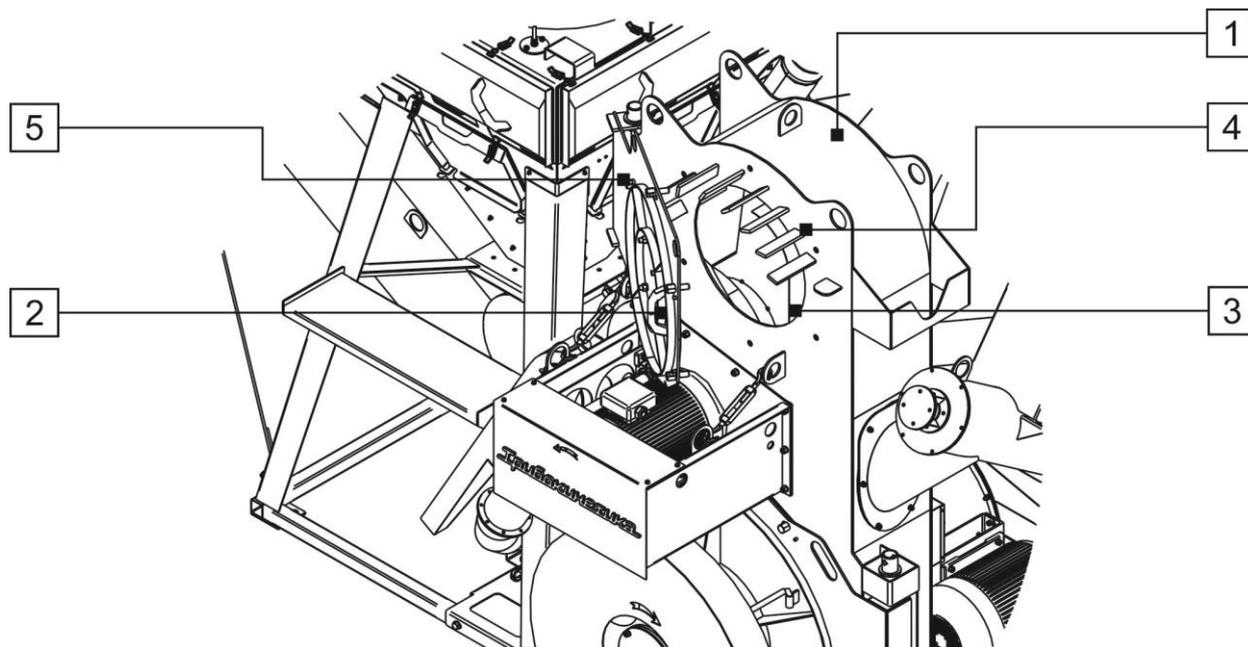

Рис. 9
Воздушно-центробежный классификатор (Рис. 9) состоит из: корпуса (1), распашной двери (2) с наклеенным с ее внутренней стороны уплотнителем из пористой резины, завихрителя (3), пластин направляющего аппарата (4), вставленных в пазы корпуса, окна выхода «тонкого» продукта с присоединенным к нему транспортным воздухопроводом. В закрытом положении распашная дверь фиксируется шестью прижимами (5), ввернутыми в резьбовые отверстия корпуса (1).